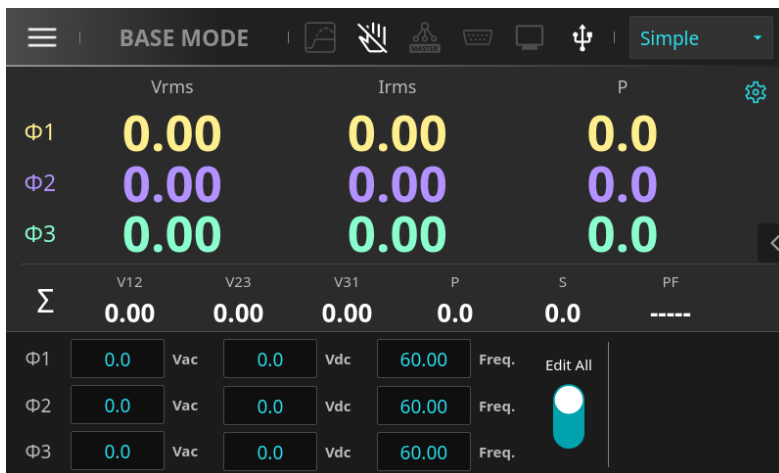

图 6-18 系统主画面 (触摸锁定启用状态)
2. 点选画面中 Stop Touch 的图示 **Activate**，即启用触摸锁定功能，如图 6-18 所示。